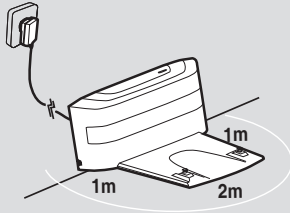

Рис. 2
Вставьте вилку адаптера электропитания в гнездо и подключите зарядную станцию. **[Рис. 2]**
3. Возле зарядного устройства (на расстоянии 2 м спереди и 1 м с каждой стороны) не должно находиться никаких предметов. **[Рис. 2]**